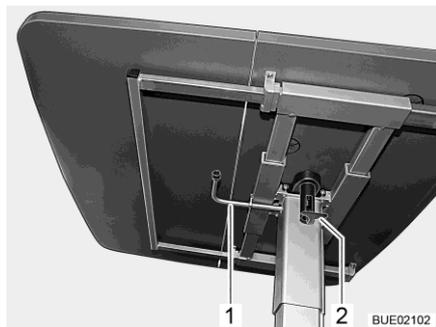

Fig. 104 Mesa elevadora
- Plegar hacia abajo la palanca de bloqueo (Fig. 104,2).